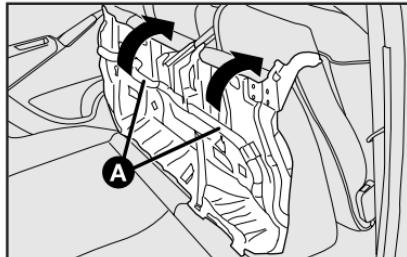

fig. 103
6) Incline hacia adelante el asiento trasero completo fig. 103 de manera que se obtenga una superficie de carga única.
1) Empuje hacia atrás el asiento trasero completo **A-fig. 103**.